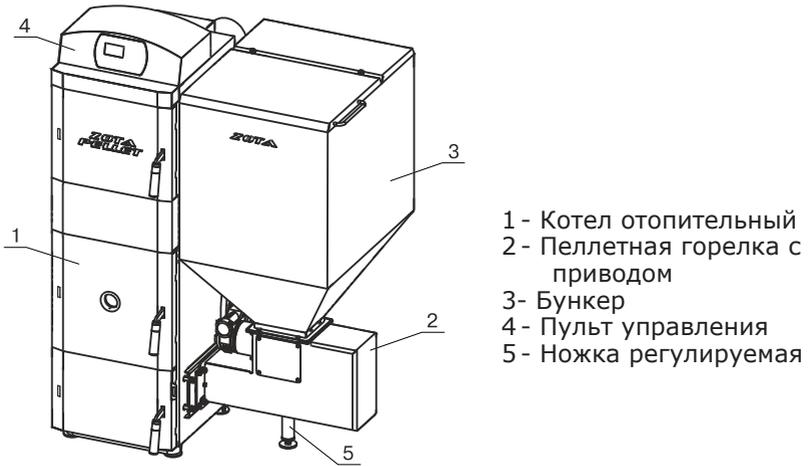

Рис.1 Котел pelletный в сборе
5.1. Пеллетный котел в сборе (рис.1) состоит из котла отопительного (поз. 1), пеллетной горелки с приводом (поз.2), бункера (поз.3) (с возможностью установки на него дополнительной секции для увеличения его объема) и пульта управления (поз.4).
6.1.5. Соедините пеллетную горелку с котлом, выставите ее по уровню с помощью регулируемой ножки (поз.6, Рис.1) и зафиксируйте четырьмя гайками М10 с шайбами (см.комплект поставки № п/п 6, 7, 8,9). Установите заглушку окна пеллетной горелки (п/п 1.9, табл.2) на противоположной стенке корпуса котла и зафиксируйте четырьмя гайками М10 с шайбами (см.п/п 6, 7, 8,9, табл.2). Установите кожух на заглушку окна пеллетной горелки.